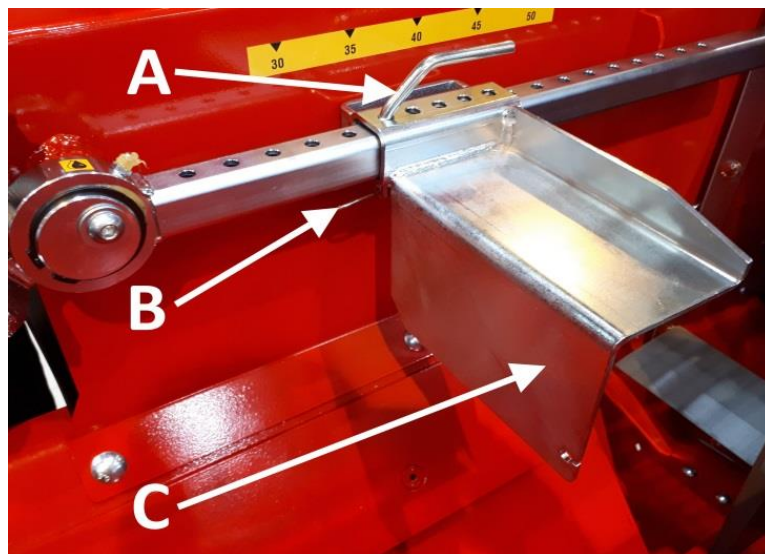

Bild 14: Mätanordningens position för små vedstycken under 25 cm
2. Ställ in önskad längd för vedbegränsaren till den ved som finns i klyvutrymmet genom att ta bort (Bild 14) sprinten B från begränsarens låstapp och ta bort hela låstappen A. Lås mätplattan C vid önskad längd.